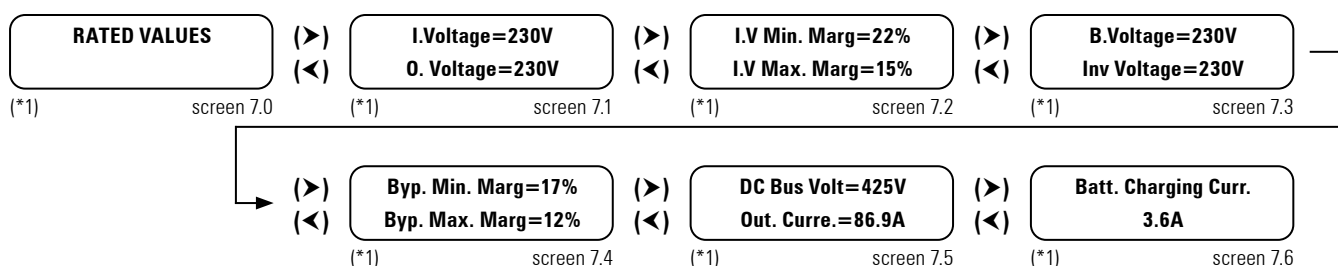

Fig. 56. Screen 7.0 «Nominal values» and its submenus.
7.3.8. Nominal values screens (menu screen 7.0). See Fig. 56.